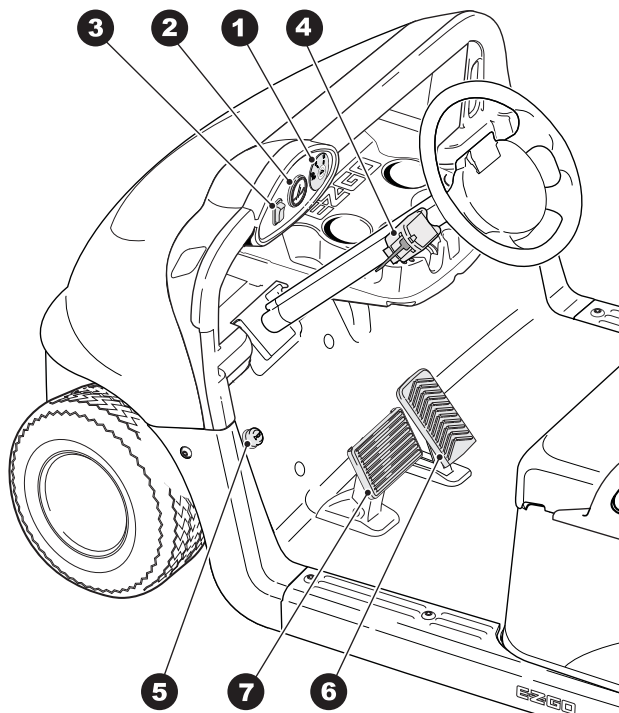

Fig. 8 Commandes d'utilisation et indicateurs
Si le véhicule est équipé d'un indicateur d'état de charge (2), celui-ci se trouve sur le tableau de bord à gauche du contacteur d'allumage (1) (Consulter Fig. 8). L'indicateur d'état de charge précise la puissance utilisable dans les batteries. Sur le véhicule électrique, l'indicateur d'état de charge montre l'état du bloc de batteries, le F indiquant que ce dernier est complètement chargé et le E qu'il doit être chargé.
Si le véhicule est équipé de phares, l'interrupteur ON/OFF (Marche/Arrêt) (3) se trouve sur le tableau de bord à gauche du contacteur d'allumage (1) (Consulter Fig. 8).
Si le véhicule est équipé de clignotants, la commande (4) est montée sur la colonne de direction (Consulter Fig. 8).
Si le véhicule est équipé d'un klaxon, le bouton de klaxon (5) se trouve sur le plancher côté conducteur ; il suffit d'appuyer dessus pour faire retentir le klaxon du véhicule (Consulter Fig. 8).
Avec le contacteur d'allumage en position "F" (Marche avant) ou "R" (Marche arrière), appuyer sur la pédale d'accélérateur (6) pour faire démarrer le moteur et déplacer le véhicule dans le sens indiqué sur le contacteur d'allumage/sélecteur du sens de la marche. Ce véhicule est équipé d'un frein moteur ; lorsque la pédale d'accélérateur est relâchée, le moteur s'arrête. Pour arrêter le véhicule plus rapidement, appuyer sur la pédale du frein de manoeuvre (7) (Consulter Fig. 8).